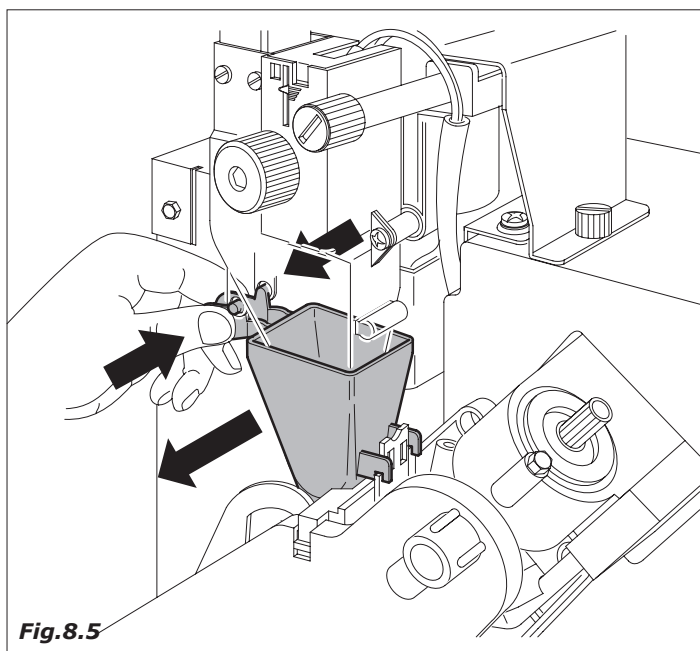

Fig.8.5
- tubo de escorregamento e conduto café (Fig.8.5)